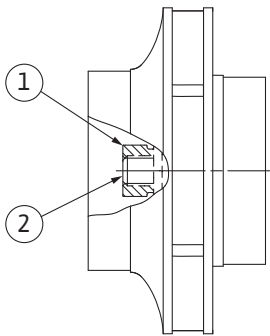

Fig. 106: Σωστή θέση του παξιμαδιού πτερωτής μετά την εγκατάσταση
8. Κρατήστε τον άξονα σταθερό με γερμανικό κλειδί (άνοιγμα 22 mm) και σφίξτε το παξιμάδι της πτερωτής με την καθορισμένη ροπή εκκίνησης (βλέπε πίνακα "Ροπές εκκίνησης" [► 31]). Το παξιμάδι (Fig. 106, θέση 1) πρέπει να είναι ευθυγραμμισμένο με το άκρο του άξονα με ανοχή περίπου $\pm 0,5$ mm (Fig. 106, θέση 2). Εάν αυτό δεν ισχύει, λύστε το παξιμάδι και επαναλάβετε τα βήματα 4 έως 8.